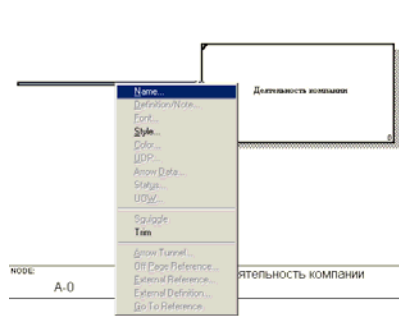

Рис. 21. Выбор **Name** из меню после щелчка правой кнопкой мыши на линии стрелки
- С. Щелкните правой кнопкой мыши на линии стрелки. Во всплывающем меню выберите **Name**. Напечатайте имя стрелки "Звонки клиентов" во вкладке **Name** диалога **Arrow Properties** (рис. 21) и нажмите кнопку **OK**.